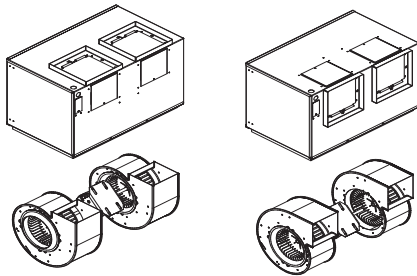

Figure 8 — Rotation du refoulement
- Pour passer d'une décharge horizontal à verticale, déposer les deux vis de fixation de la soufflante puis extraire la soufflante hors du caisson. Tourner la soufflante de 180 degrés et la remettre dans le caisson. Utiliser les mêmes vis pour rattacher la soufflante dans le caisson. Retourner le caisson et déposer les quatre vis de fixation de l'ensemble gaine de refoulement et registre. Échanger cet ensemble avec la plaque fixée sur le dessus du caisson (Figure 8).